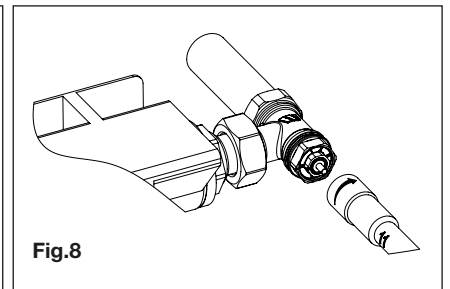

Fig.8
- Cierre completamente el casquillo de prerregulación manualmente o con una llave de 11 (Fig.8);